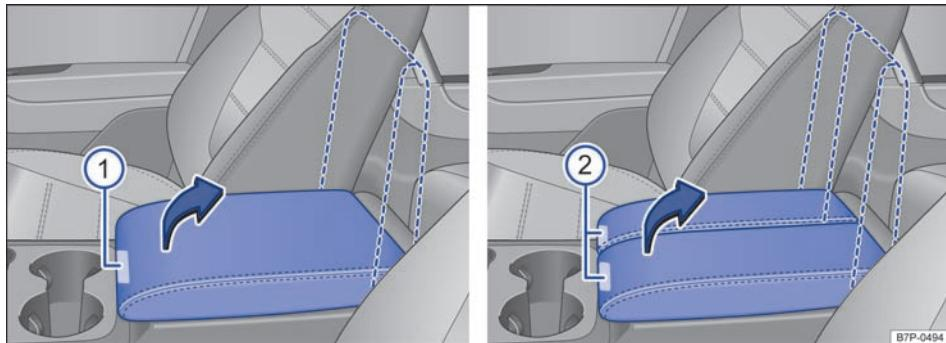

图 138 在前部中间扶手中：储物箱
要打开时按压按钮 → 图 138 ① 或 ②，并把中间扶手或中间扶手的部分沿箭头方向完全向上抬起。